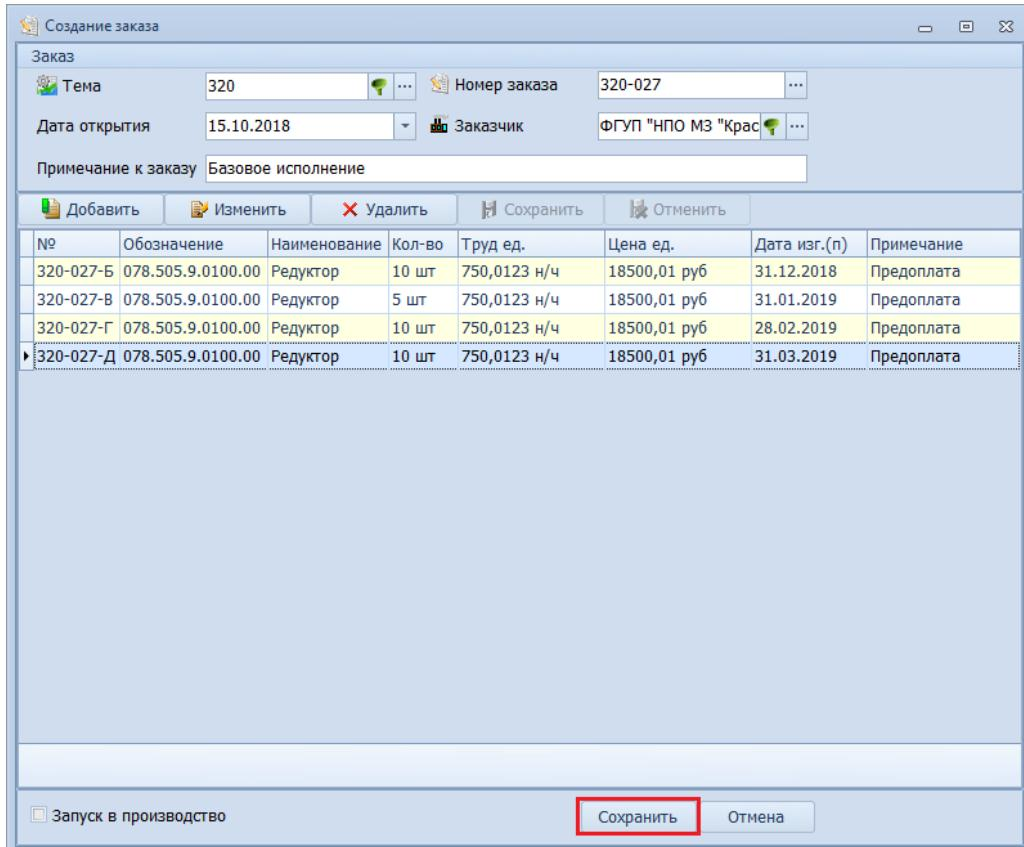

Рисунок 64. Сохранение создаваемой Заявки
6.1 В диалоговом окне «Создание заказа» нажать кнопку **Сохранить** (рис. 64).